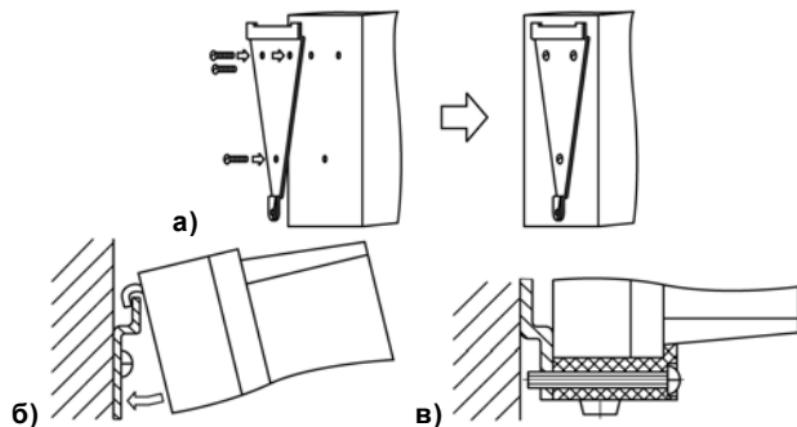

Рисунок 5.1 - Монтаж прибора настенного исполнения Н
- 1) Закрепить кронштейн тремя винтами M4 на поверхности, предназначенной для установки прибора (см. Приложение А и рисунок 5.1, а).
- 2) Зацепить крепежный уголок на задней стенке прибора за верхнюю кромку кронштейна (рисунок 5.1, б).
- 3) Прикрепить прибор к кронштейну винтом M4 x 35 из комплекта поставки (рисунок 5.1, в).